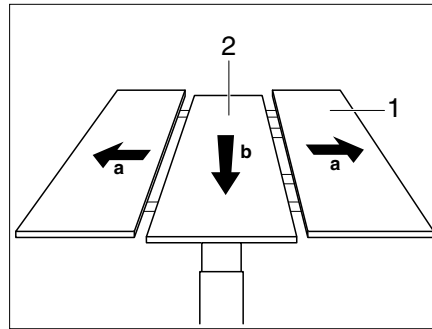

Fig. 105 Relever la partie médiane
- Ecarter l'une de l'autre les parties extérieures (Fig. 105,1) de la table.
- Presser la partie médiane (Fig. 105,2) de la table fortement vers le bas. La partie médiane est poussée vers le haut par la force du ressort.
- Presser la partie médiane (Fig. 105,2) de la table fortement vers le bas. La partie médiane se verrouille dans la position inférieure.